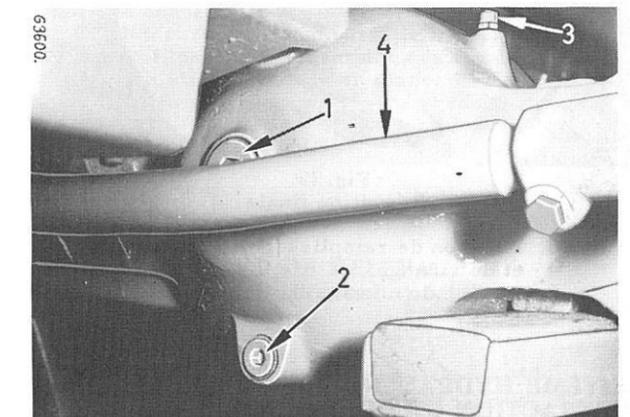
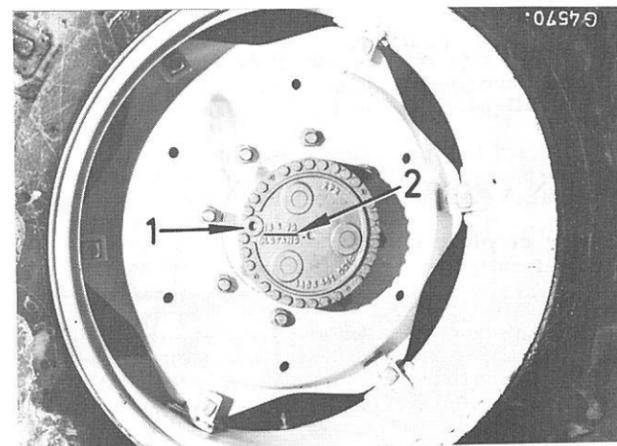

Fig. 71
Fig. 72
Vérifiez le niveau d'huile du différentiel, Fig. 71 et des réductions finales, Fig. 72, le tracteur étant arrêté sur un terrain horizontal.
Tournez la roue de façon à ce que le repère (2) Fig. 72 "Olstand" soit en position horizontale.
Enlevez les bouchons (1), Fig. 71 et 72 et ajoutez éventuellement de l'huile pour amener le niveau aux orifices de remplissage. Remettez les bouchons.
Tournez chaque roue avant de façon que le bouchon (1) Fig. 72 soit dans sa position inférieure.
Enlevez les bouchons (1 et 2) Fig. 71 et (1) Fig. 72. Nettoyez les bouchons, et lorsque l'huile s'est écoulée remettez le bouchon de vidange (2) Fig. 71.
Faites le plein des carters de différentiel et de réductions finales, pour amener le niveau aux orifices de remplissage et remettez les bouchons (1) Fig. 71 et 72.
Nettoyez le reniflard (3) Fig. 71 de l'essieu, tournez plusieurs fois son chapeau pour vous assurer qu'il est bien dégagé.
Refaites le plein du système hydraulique comme indiqué sous la Fig. 72 et purgez le système. Reportez-vous à "Purge du système hydraulique" dans ce chapitre.
Refaites le plein du système hydraulique comme indiqué sous la Fig. 72. Effectuez la purge du système hydraulique comme indiqué ci-dessous.